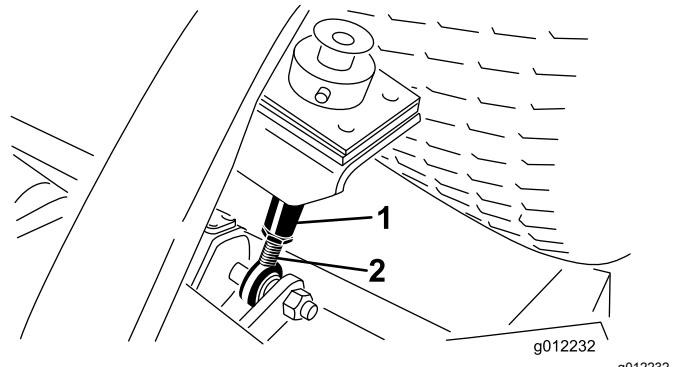

Figura 11
8. Desaperte as porcas de retenção na parte inferior das barras da altura de corte (Figura 11).